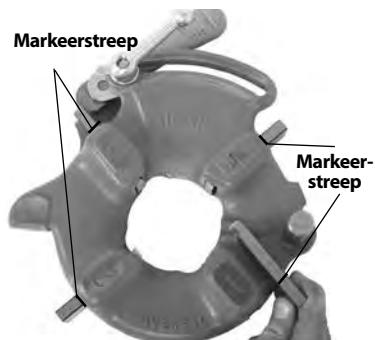

Afbeelding 7 – Open en gesloten stand van de hendel
2. Zet de ontkoppelhendel in de stand OPEN (Afbeelding 7).